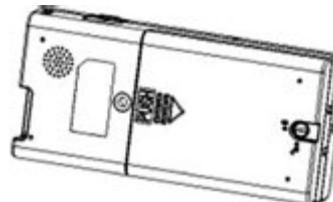

Рис. 2-4
- 1) Откройте крышку батарейного отсека: Поверните крепежный винт в положение «», а затем нажмите крышку как указано стрелкой, Рис. 2-4.